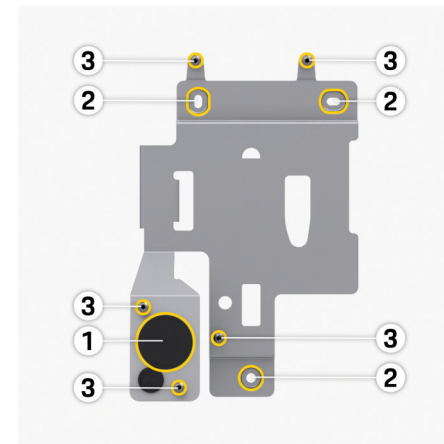

Abb. 2: Montageplatte
- **Kabel von unten:** Kabel direkt zu dem dafür vorgesehenen Gehäusedurchbruch führen **1** ▶ (Abb. 2).
- **Kabel von hinten:** Kabelaustritt aus der Wand auf Höhe der Befestigung links unten **1** ▶ (Abb. 2) platzieren.
1. Befestigungslöcher gemäß der Bohrschablone an der Wand anzeichnen **2** ▶ (Abb. 2).
4. Montageplatte mit Schrauben fixieren **2** ▶ (Abb. 2).
7. Infrastrukturkabel durch die Kabeldurchführung ziehen **1** ▷ (Abb. 2).
Für die Installation des Ethernet-Kabels die Kabeldurchführung (KEL-DP 20/4-1) von außen nach innen an den vorbereiteten Gehäusedurchbruch (linkes Loch unter **1** ▷ (Abb. 2)) montieren, um die Dichtigkeit sicher zu stellen.
10. Wallbox mit fünf Befestigungsschrauben **3** ▷ (Abb. 2) an der Montageplatte fixieren.